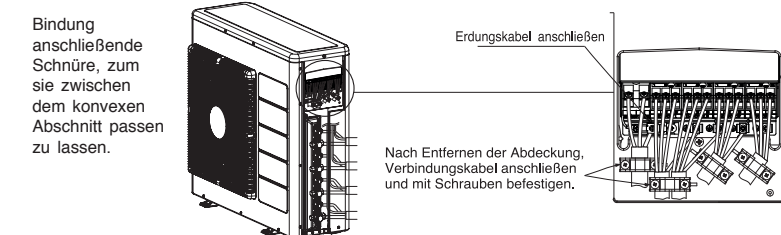

Abb. 1-3
- Schließen Sie das Verbindungskabel und das Netzkabel an die Klemmenleiste an (Abb. 1-3).
- Befestigen Sie die Verbindungskabel und das Netzkabel richtig mit einem Stahlband (Abb. 1-3).